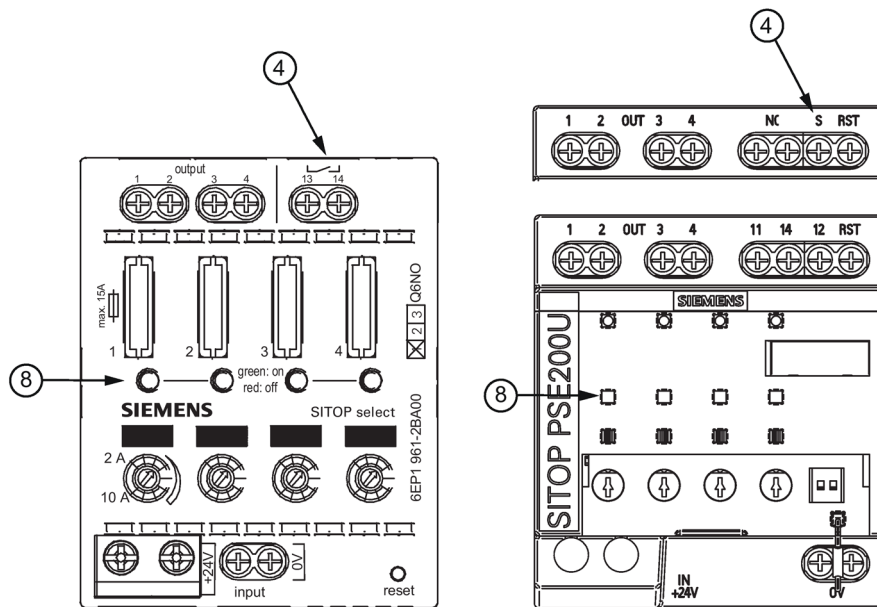

Bild 2-4 Betriebsanzeigen und Signalisierung (SITOP select und SITOP PSE200U)
Über den Summenmeldekontakt bzw. Status-Ausgang ④ kann der Betriebszustand des Gerätes weiterverarbeitet werden (Funktion und Kontaktbelastbarkeit siehe Bild 2-4 Betriebsanzeigen und Signalisierung (SITOP select und SITOP PSE200U) (Seite 13)). Der Fern-Reset-Eingang ④ dient dem Rücksetzen automatisch abgeschalteter Ausgänge (Funktion siehe Kapitel Betriebsanzeigen und Signalisierungen (Seite 13)).